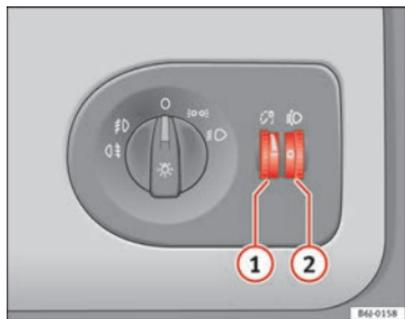

Abb. 53 In der Instrumententafel: Regler für die Instrumenten-/Schalterbeleuchtung und Leuchtweitenregulierung
Bei eingeschaltetem Licht lässt sich die Helligkeit der Instrumenten- und Schalterbeleuchtung durch Drehen des Rändelrades → Abb. 53 ① stufenlos regulieren.